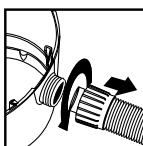

FIGURE 21
31. Dévissez l'écrou autobloquant du tuyau et retirez le tuyau de l'admission. **FIGURE 21.**